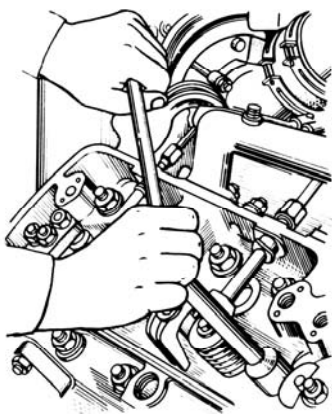

Рис. 91. Отвертывание гаек крепления головки цилиндров
- 6 Отвернуть гайки крепления головки цилиндров (рис. 91), соблюдая последовательность, обратную затяжке (рис. 60). Отворачивать гайки крепления индивидуальных головок цилиндров не менее чем за три приема:
Клапаны, пружины и детали их крепления установить на головку цилиндров и засухарить клапаны, используя приспособление, изображенное на рис. 91.